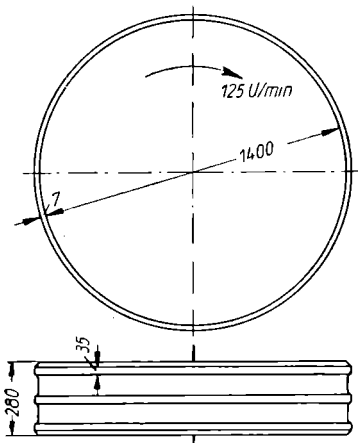

Bild 72
97. Ein Mühlstein von 1400 mm Durchmesser, 280 mm Dicke und der Dichte $2,5 \text{ kg/dm}^3$ ist durch drei Flachstahlringe von je 35 mm Breite, 7 mm Dicke und einer Dichte $7,85 \text{ kg/dm}^3$ nach Bild 72 eingefaßt und dreht sich mit 125 U/min um seine senkrechte Achse. Zu berechnen ist a) das Gewicht des Steins und b) das Gewicht der drei Ringe; c) die Fliehkraft einer Steinhälfte (wie Aufg. 94) und d) die Fliehkraft der drei Ringhälften (wie Aufg. 84), e) die Zugspannung, die in den Ringen durch die Fliehkraft des Steins und ihre eigene Masse erzeugt wird, unter der Annahme, daß die Festigkeit des aus einzelnen Stücken zusammengesetzten Mühlsteins gleich Null ist.